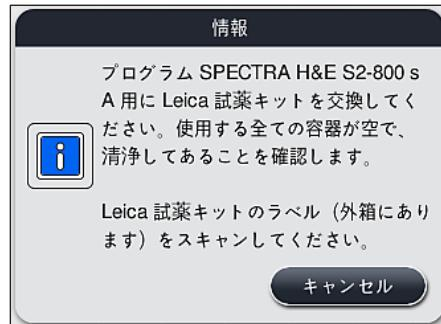

図57
1. 画面上の情報メッセージ (→「図 57」) に従い、包装箱のラベルを装置前面の RFID センサー (→「図 58-1」) の前にかざしてスキャンされるようにします。
- ライカ試薬キットのスキャンを中止するには、有効期限切れでないライカ試薬キットのパッケージのラベルの読み込みが始まる前に、(→「図 57」) の情報メッセージにある「キャンセル」ボタンを押します。